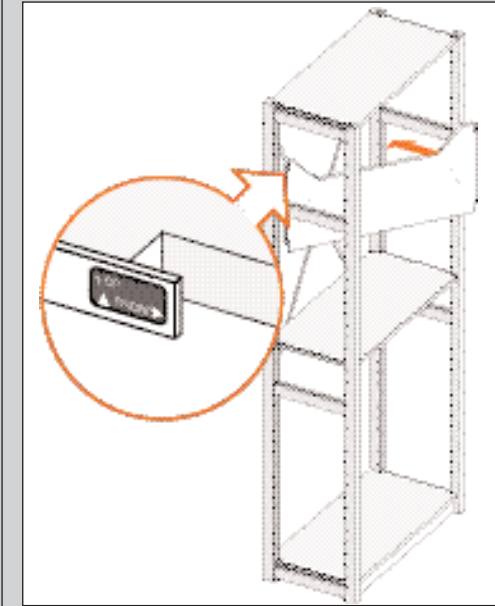

ABBILDUNG 59
2. Stecken Sie den Boden gerade zwischen die beiden Ständer. Achten Sie auf das Etikett auf dem Boden (siehe Abb. 59).